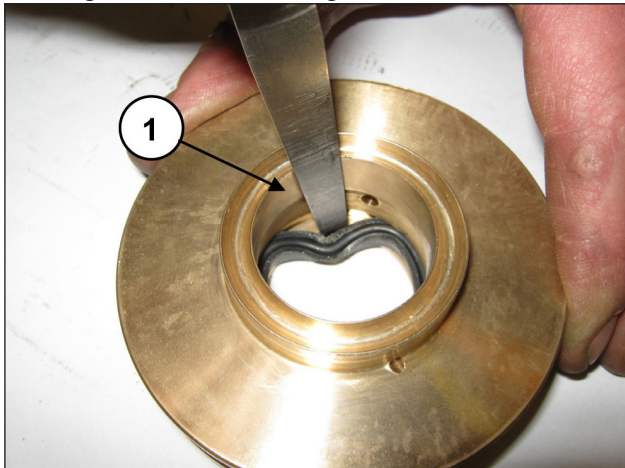

Abb. 176
Zur Abnahme der ND-Dichtung müssen Sie eine Fühlerlehre oder ein ähnliches Werkzeug verwenden, das den Sitz des Dichtungshalters nicht beschädigt (Pos. ①, Abb. 176).